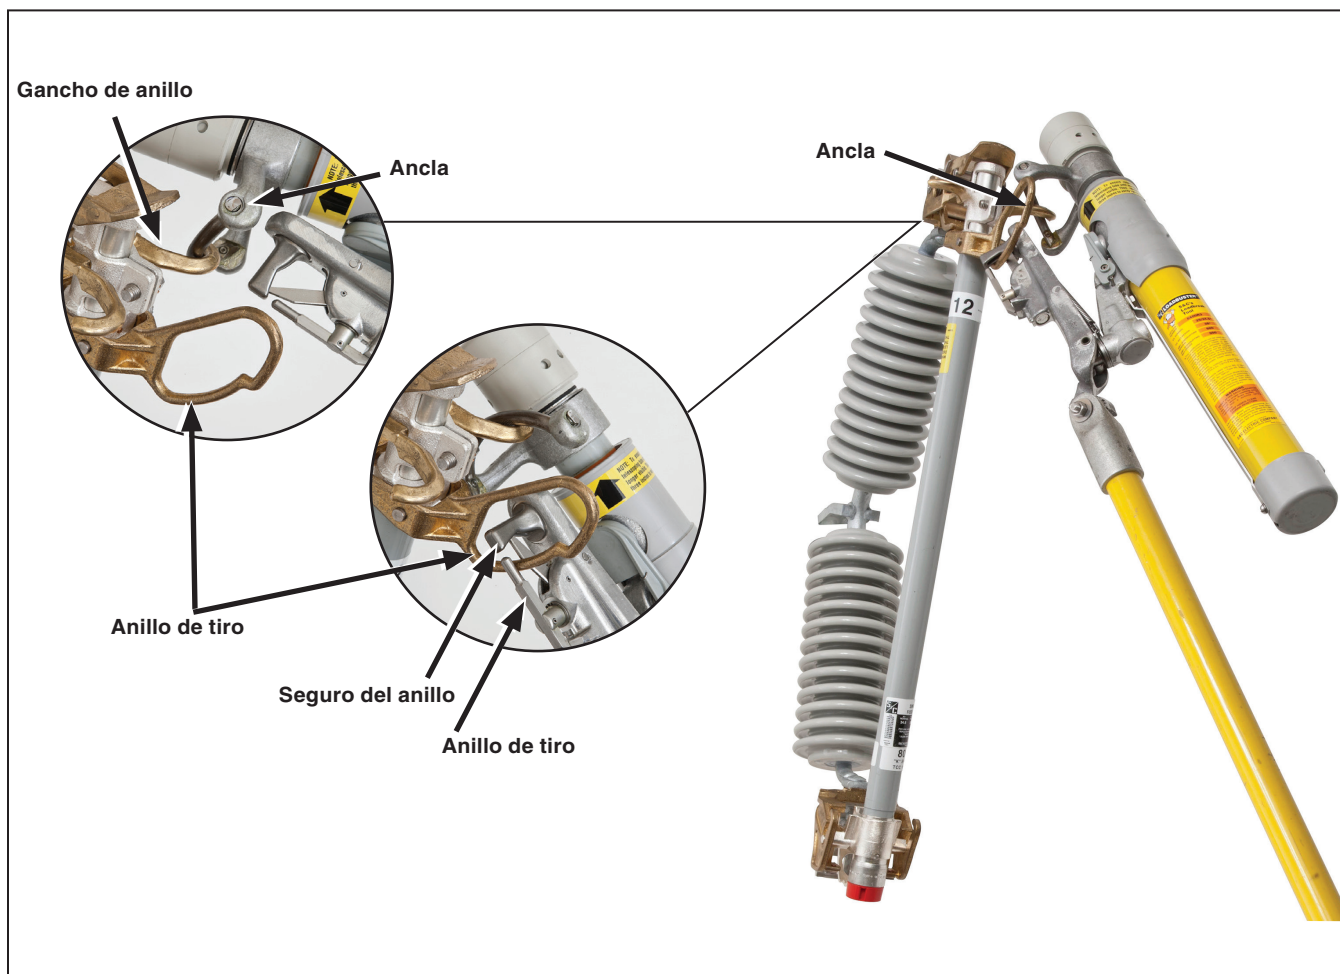

Figura 4. La herramienta Loadbuster conectada a un Fusible de Potencia S&C Tipo SMD-20, para Distribución Aérea.
Nota: Aunque aquí se utilizan muchas palabras e ilustraciones para describir la operación de la herramienta Loadbuster, las técnicas correctas pueden ser dominadas muy fácilmente. S&C aconseja invertir una cantidad razonable de tiempo practicando con la herramienta Loadbuster en cortacircuitos fusible, fusible de potencia, fusible limitador o cuchilla desconectadora desenergizados. Los pasos de la operación ilustrados en las Figura 4 en la página 12 hasta la Figura 7 en la página 14, cubriendo la apertura de un fusible de potencia, aplican igualmente a un cortacircuitos fusible, un fusible limitador o una cuchilla desconectadora. Para obtener información sobre el uso de la herramienta Loadbuster con el Reconectador Montado en Cortacircuitos TripSaver II, consulte la Hoja de Instrucciones 461-502S de S&C. Para obtener información sobre el uso de la herramienta Loadbuster con el Interruptor de Restablecimiento VacuFuse® II, consulte la Hoja de Instrucciones 465-500S de S&C.
sujeción del lado más alejado del fusible de potencia. Ver Figura 4.
PASO 2. Mueva la herramienta Loadbuster hacia el fusible de potencia y meta el gancho de anillo de la herramienta Loadbuster en el anillo de tiro del fusible de potencia. El seguro del anillo se abrirá y cuando haya entrado completamente, se volverá a cerrar, sujetando la herramienta Loadbuster al anillo de tiro. Ahora la herramienta Loadbuster ya está conectada al contacto superior del fusible de potencia. Ver Figura 4.